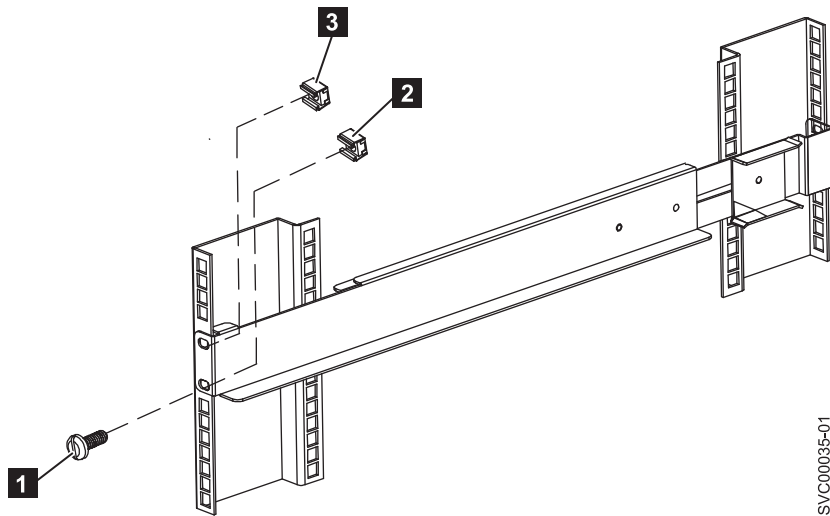

図 324. 2145 UPS-1U の前部レール取り外し
3. レールの上部穴 (356 ページの図 324 の **3**) からクリップ・ナットを取り外します。